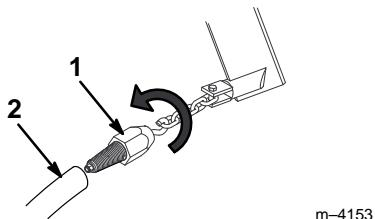

**Figure 6**
1. Déplacer les goupilles dans les trous extérieurs des tiges à ressort pour que la charrue puisse bouger d'un côté à l'autre (Fig. 6).
1. Déplacer les goupilles d'essieu dans les trous intérieurs des tiges à ressort pour que la charrue ne puisse pas bouger d'un côté à l'autre (Fig. 6).